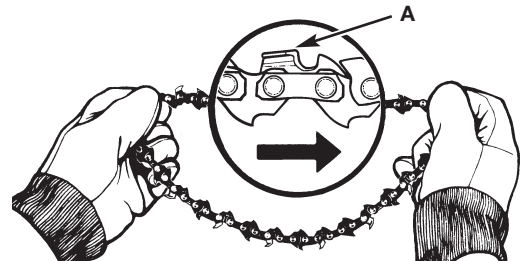

Fig. 20
1. Écarter la chaîne en forme de cercle avec la face (A) tranchante VERS L'AVANT sur le dessus du guide (Fig. 20).
3. Engager les maillons d'entraînement dans la rainure (D) du guide-chaîne (Fig. 20).